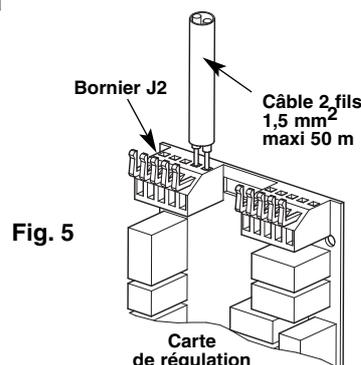

Fig. 5
- Raccordez les 2 fils de liaison entre le thermostat et la carte de régulation sur le bornier J2 de la carte de régulation du groupe (Fig. 5).